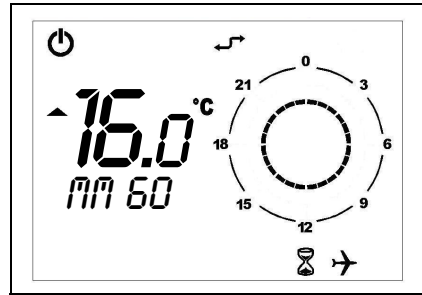

Figura 16
- Funzionamento **SPENTO TEMPORIZZATO (PROGRAMMA VACANZE)**: segnalato dalla compresenza dell'icona clessidra e dall'icona aereo (vedi Figura 16).
Per attivare il funzionamento automatico forzato è sufficiente premere i tasti **UP** o **DOWN** ed impostare la temperatura desiderata (nell'esempio 20°C). Sul display compariranno l'icona automatico e manuale (Figura 16).
- Durante l'intero periodo sul display sarà visibile il tempo rimanente allo scadere della funzione temporizzata (vedi Figura 16).